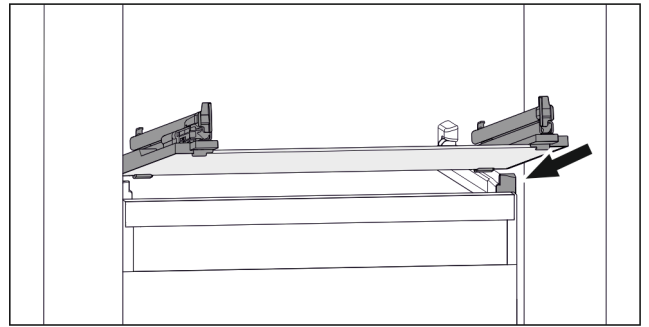

Fig. 145 Beispielhafte Darstellung der Glasplatte
- ▶ Glasplatte schräg hinter den Stopperrn aufsetzen. (siehe Fig. 145)